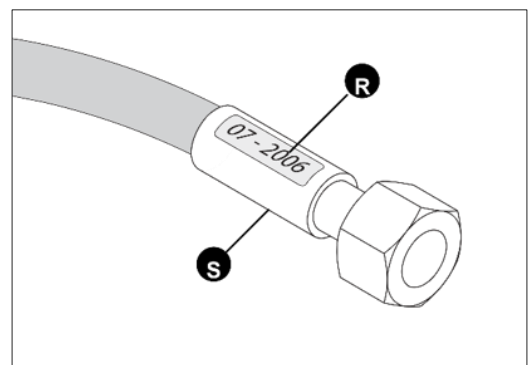

図 59
- 油圧ホースは、使用していない場合でも(自然劣化)5年ごとに新しいものに取り替えてください。 図 59(R)は、例としての製造年月が記された油圧ホースを示しています。
- ホースカバー(S、図 59)の近くに漏れが見つかった場合
- ホースカバー(S、図 59)が錆付いた場合
- 製造日(R、図 59)から 5 年後